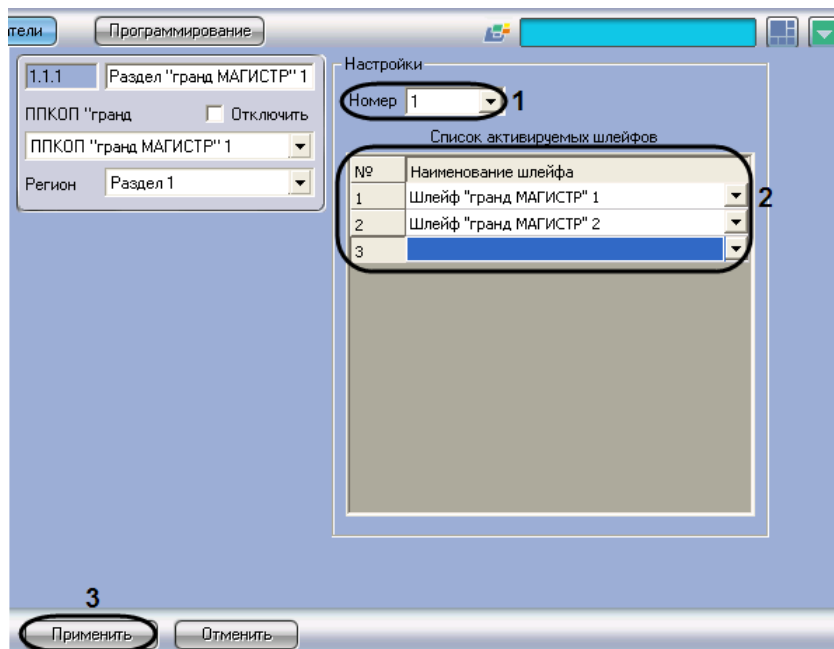

Рис. 3.6-2 Настройка объединения шлейфов сигнализации в разделы
1. Перейти на панель настройки объекта **Раздел “Гранд МАГИСТР”** (см. Рис. 3.6-2).
2. Из раскрывающегося списка **Номер** выбрать номер раздела (см. Рис. 3.6-2, 1).
3. Из раскрывающегося списка в столбце **Наименование шлейфа** выбрать название объекта **Шлейф “Гранд МАГИСТР”**, соответствующего шлейфу сигнализации, который требуется включить в раздел (см. Рис. 3.6-2, 2).
5. Для сохранения внесенных изменений в базе данных ПК *ACFA Intellect* нажать кнопку **Применить** (см. Рис. 3.6-2, 3).